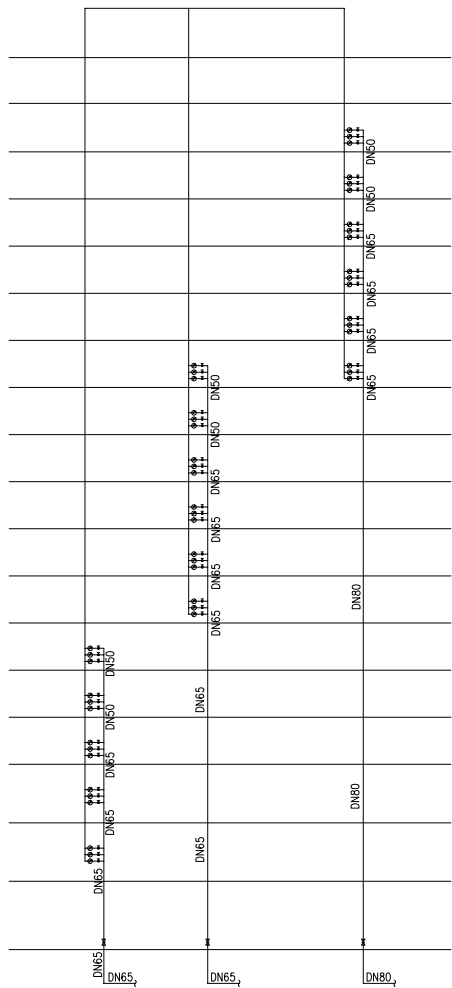

图 13-63 绘制管径标注
**09** 管径标注。在命令行中输入 GJBZ 命令按回车键，弹出【管径】对话框，在其中设置参数，为管线绘制管径标注，结果如图 13-63 所示。